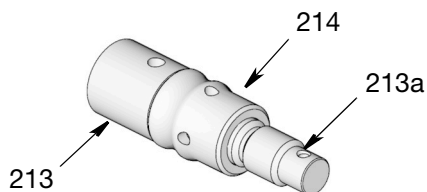
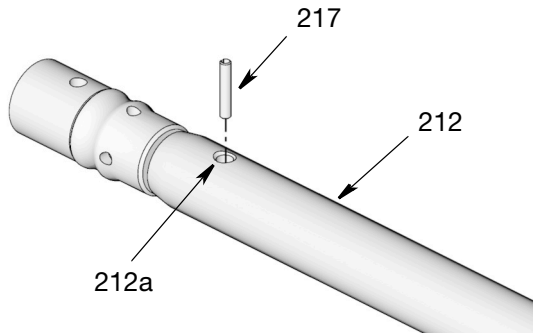

図 38
図 39
- ピストンロッド (213) とピストンシール (214) を一緒にスライドします (図 38)。
- ピストンロッド (213) を置換ロッド (212) の端にネジ止めします。2つのピースをしっかりと手締めし、穴 (213a) (図 38) が穴 (212a) (図 39) に合うようにします。
- 位置合わせ穴 (213a) (図 38) と (212a) (図 39) を通してピン (217) を取り付けます。ロッドが曲がらないように、必要に応じてロッド (212 および 213) を支持します。ピックとハンマーを使ってピンをロッドの内側に取り付けます。
**注:** ピンが穴の中心にあることを確認します。ピン全体を装着していないと、ポンプ稼働時にポンプシリンダー (204) の穴が傷付く可能性があり、そうすると圧力が上がらず、液体の漏れが生じる原因になります。